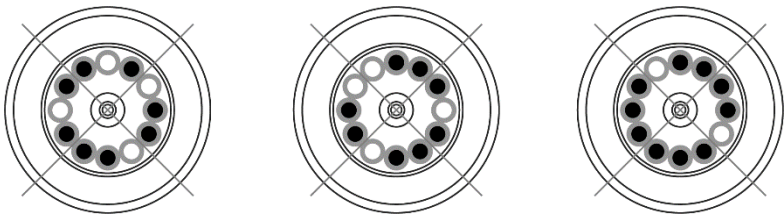

Рисунок 5 - Неправильная загрузка ротора
8.10. На рисунке ниже показаны примеры неправильной загрузки пробирок в ротор центрифуги (Рисунок 5).